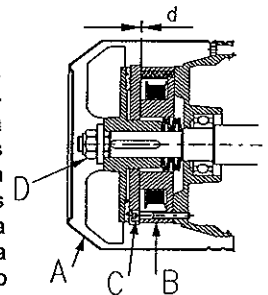

Fig. 6
8.2 REGLAJE DEL FRENO DEL MOTOR (fig. 6)